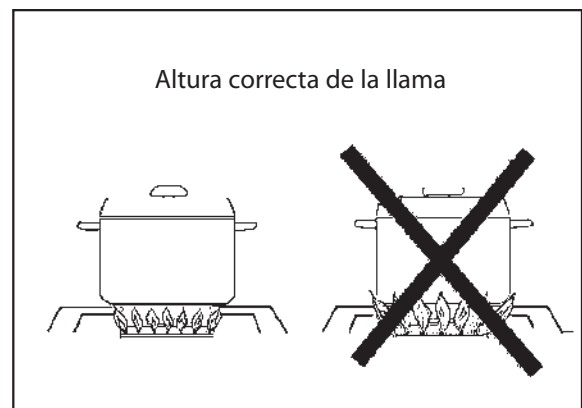

Fig. 5
- Por motivos de seguridad la llama nunca debe extenderse más allá de la parte inferior del utensilio para cocinar. Nunca permita que las llamas suban por los lados de la olla (consulte la Fig. 5).